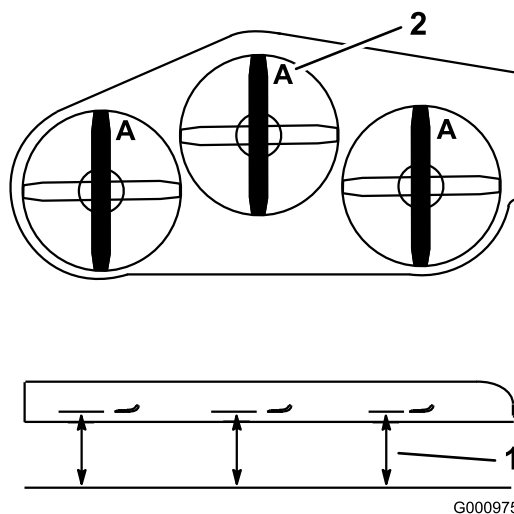

Figure 73
4. Mesurez la distance entre la surface plane et le tranchant (position **A**) des lames (Figure 73).